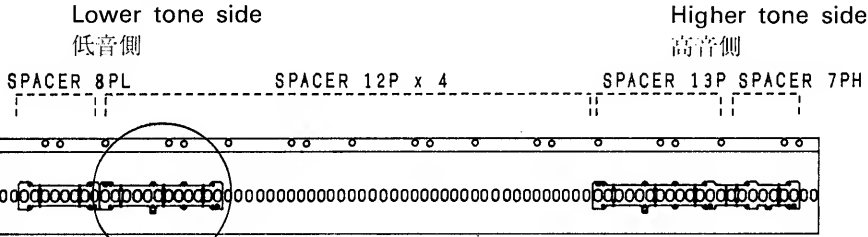
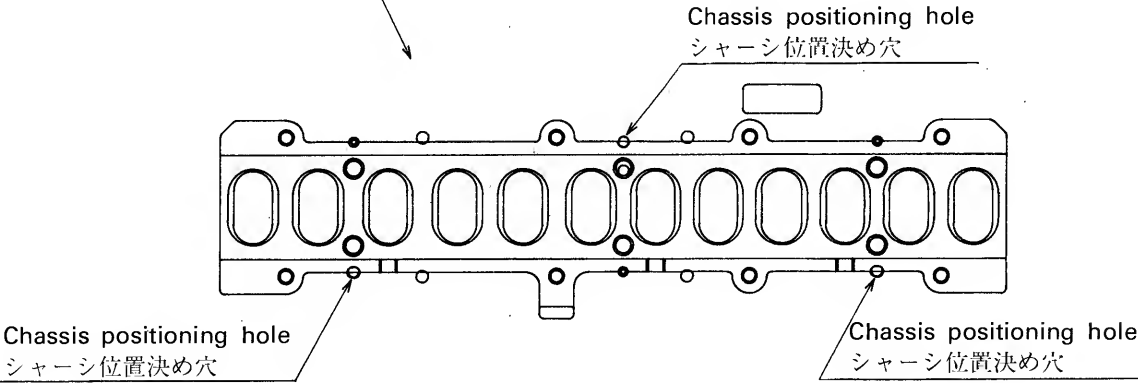

fig. 1
fig. 2
1) First, turn the chassis over, noting that the right- and left-hand sides are not reversed. Then, as shown in fig. 1, put one Spacer 8PL and four Spacers 12P in this order, starting on the left-hand side (lower tone side of the keyboard) according to the chassis positioning holes. (See fig. 2.) Similarly, put the Spacer 13P and Spacer 7PH on the right-hand side (higher tone side).
1) まず、シャーシを左右が逆にならないように裏返します。次に、fig.1 に示すように左側（鍵の低音側）より、先ず SPACER 8PL を 1 個、そして SPACER 12P を 4 個、シャーシの位置決め穴に合わせて順に置いていきます (fig.2 参照のこと) 右側（高音側）には SPACER 13P、SPACER 7PH を同様に置いていきます。